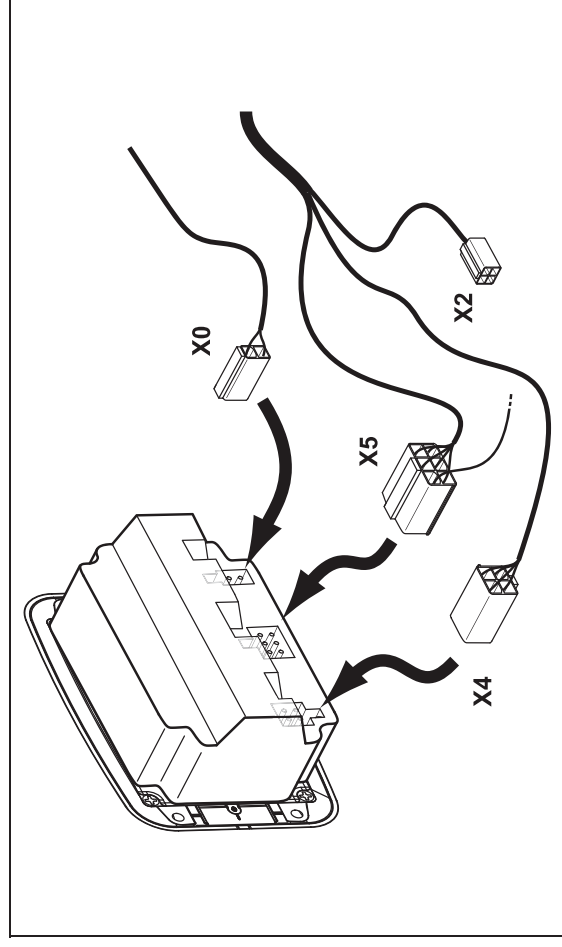

Fig. 53: Branchements électriques élément de commande programmable
- Brancher les fiches X4 (4 pôles) et X5 (6 pôles) du faisceau de câbles externe sur l'élément de commande (voir Fig. 53).
- Brancher la fiche X0 (2 pôles) de la sonde de température intérieure sur l'élément de commande (voir Fig. 53).
- ou : brancher la fiche X2 (4 pôles) sur le récepteur Telestart/Thermo Call (voir Fig. 53).